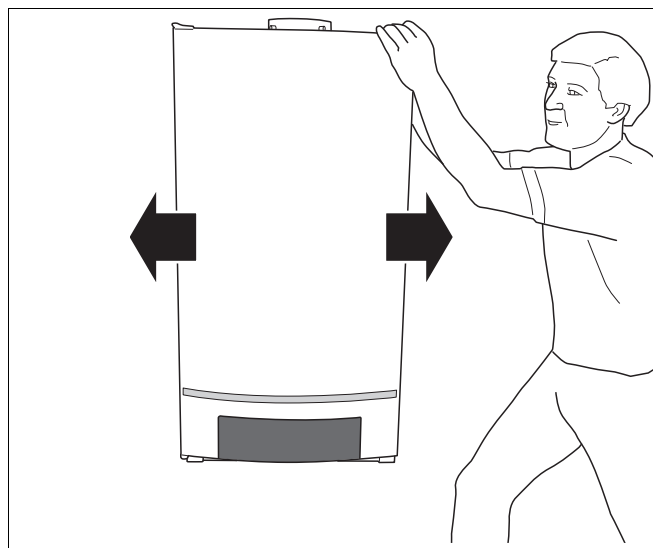

Рис. 8 Перемещение отопительного котла
- Перемещать котел в правильном положении (рис. 8).